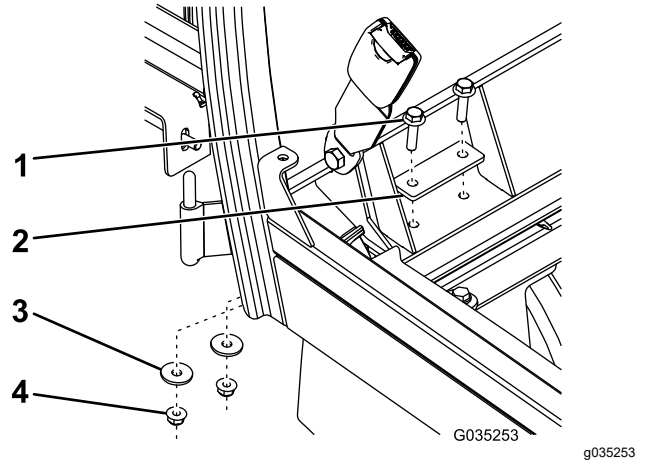

Figura 13
6. Sujete la parte trasera del bastidor de la cabina a los soportes derecho e izquierdo usando 4 pernos con arandela prensada ($\frac{5}{16}$ " \times $1\frac{1}{4}$ "), 2 placas de apoyo, 4 arandelas planas y 4 tuercas con arandela prensada ($\frac{5}{16}$ "), como se muestra en la Figura 13.